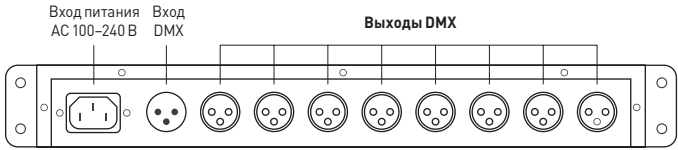
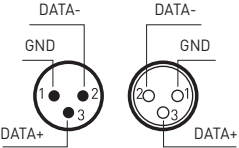

Рис. 2. Назначение разъемов сплиттера
Рис. 3. Распайка разъемов XLTR3
- 3.3. Ознакомьтесь с назначением разъемов сплиттера на рис. 2. Распайка разъемов приведена на рис. 3. Соблюдайте полярность при подключении проводов.